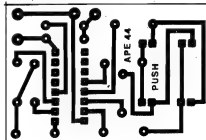

Fig.3
- FIG. 3 - LAY OUT DO CIRCUITO IMPRESSO ESPECÍFICO - Pequeno e descomplicado, o padrão de ilhas e pistas cobreadas (visto, na figura, em tamanho natural para facilitar a cópia...) pode ser facilmente desenvolvido sobre uma placa virgem de fenolite, pelos métodos tradicionais de traçagem e confecção... Com sempre, recomendamos alguns cuidados extras na verificação das regiões junto às ilhas que receberão as perninhas do Integrado, já que nesses pontos as áreas cobreadas são muito pequenas e próximas umas das outras, induzindo a erros e falhas (tanto na traçagem quanto na corrosão...). Os "mandamentos" contidos nas INSTRUÇÕES GERAIS PARA AS MONTAGENS devem "pra variar", ser seguidos à risca...